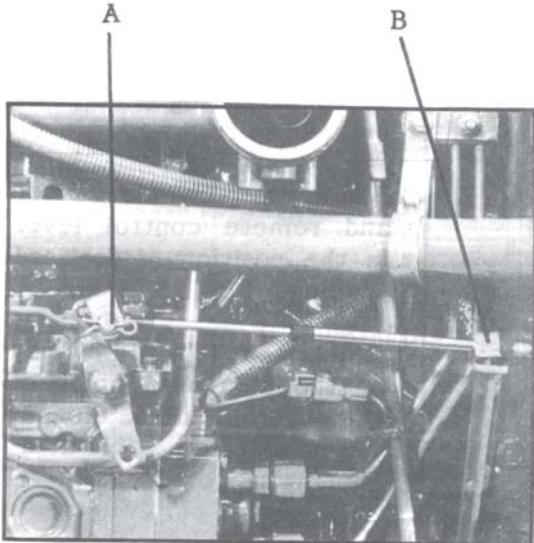

Рис. 7
Присоедините контрольный поводок управления к соединению на регуляторе (A) и закрепите его зажимом (B). Отрегулируйте так, чтобы топливо не поступало в двигатель без включения инверсионной передачи (рис. 7).